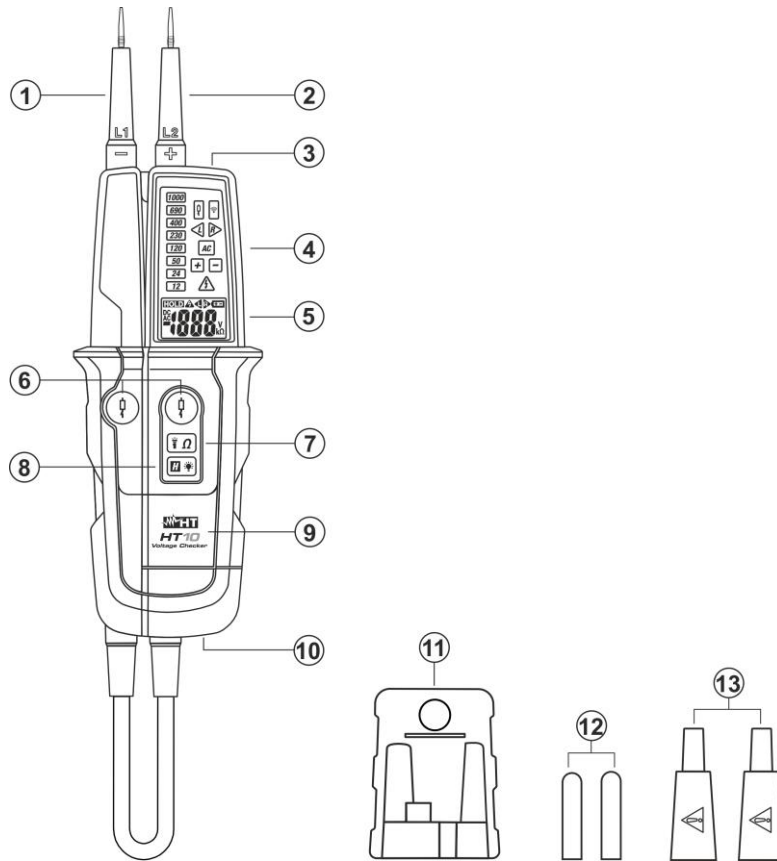
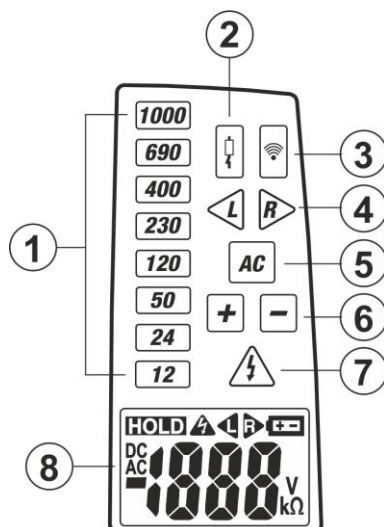

Fig. 1: Descripción del instrumento
Fig. 2: Descripción LED de advertencia
4. **Pulse simultáneamente las dos teclas (vea la Fig.1 – parte 6). La tensión real presente se muestra con el encendido de los LED rojos y en pantalla. El símbolo CA y el LED de medida a baja impedancia (ver la Fig.2 – parte 2) se muestran en pantalla**